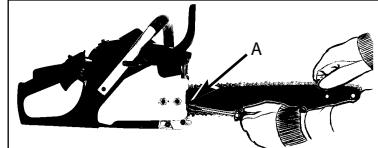

Рис. 5
1. Чтобы увеличить натяжение цепи, возмитесь за носок пильной шины и поверните регулировочный винт (D) ПО ЧАСОВОЙ СТРЕЛКЕ. Поворот винта ПРОТИВ ЧАСОВОЙ СТРЕЛКИ позволит Вам ослабить натяжение. Убедитесь, что цепь плотно прилегает к пильной шине (Рис. 5).